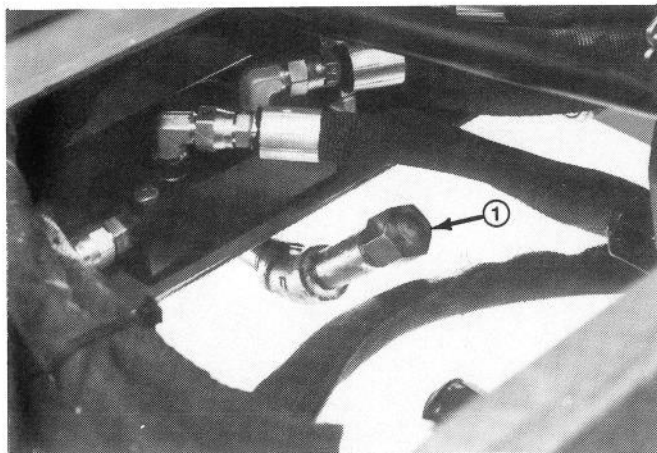

Figura 13
2. Svitare il tappo dell'asta di livello (Figura 13) dal collo del bocchettone di trasmissione ed asciugate con un panno pulito. Inserite l'asta nel collo del bocchettone, rimuovetela e controllate il livello dell'olio.